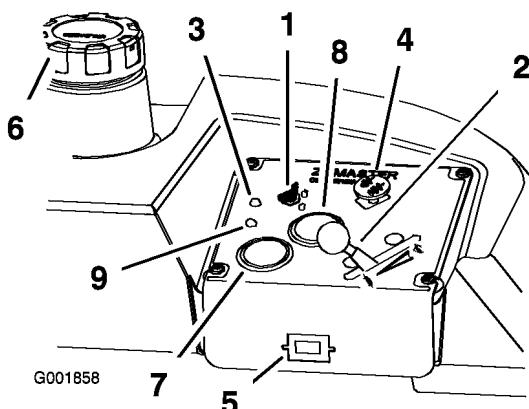

Figura 13
4. Disinserite la presa di forza spostando il comando in posizione Off (Figura 13).
5. Spostate la leva dell'acceleratore in posizione centrale (Figura 13).
6. Girate la chiave di accensione in senso orario, in posizione di marcia (Figura 13). La spia della candela a incandescenza si accende.